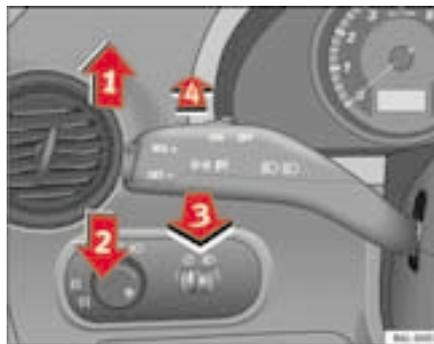

Fig. 60 Alavanca dos indicadores de direcção e dos máximos
- Carregar a alavanca para cima, até ao batente para cima ⇒ fig. 60 ①, para piscar **à direita** ou para baixo ②, para piscar **à esquerda**. ▶
- Empurrar a alavanca para a frente ⇒ página 98, fig. 60 **4**, para ligar os máximos.